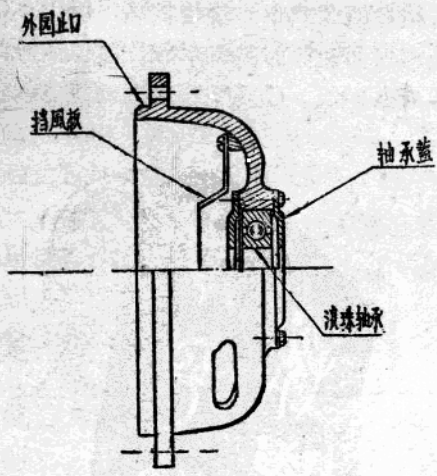

图 5 端盖图
(3)端盖——是支持轉子能在定子中心轉動的主要部件，如图 5 端盖的外圓有止口与机壳的止口互相配合。端盖的中心装有軸承，以便把轉子架起来旋轉端盖用螺絲緊固在机壳上，就成为完整的电动机了，其外型如图 6 甲。